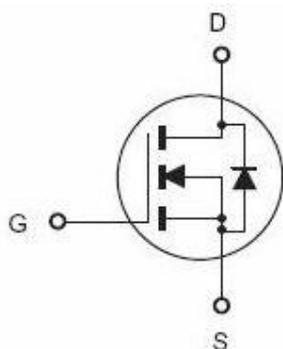

图 2-18 N 沟道增强型 MOS 管
其实读者可以类比三极管去学 MOS 管，MOS 管又叫场效应管。顺便将二极管、三极管、MOS 管拉到一起来对比一下。二极管只能通过正向电流，反向截止，不能用于控制；三极管通俗讲就是小电流放大成受控的大电流；MOS 管是小电压控制电流的。接着来认识一下 MOS 管。MOS 管的分类方式比较多，这里只简述两种：N 沟道增强型、P 沟道增强型，其原理图分别如图 2-18、2-19 所示。
第一个是 N 沟道增强型场效应管，第二个是 P 沟道增强型场效应管，它们的作用刚好相反。前面说过，场效应管是用电压控制开关的。MOS 管具有放大作用，但是这里残弈悟恩还是不讲解放大，只讲开关特性。从图 2-18 和 2-19 可知，它也像三极管，有三个脚，这三个脚分别叫做栅极 (G)、源极 (S) 和漏极 (D)。